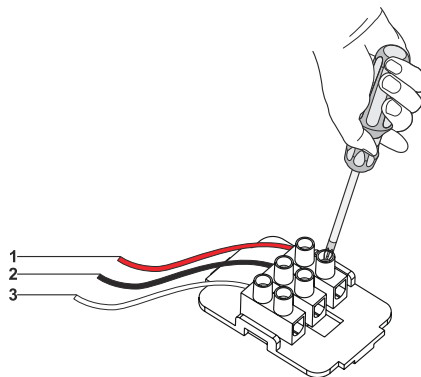

Fig. 17
1. **NC / COM:** När dessa 2 anslutningar används och fläkten stängs av kommer fläkten skicka en signal till den anslutna enheten (Fig. 17).
2. **NO / COM:** När dessa 2 anslutningar används och fläkten sätts på kommer fläkten skicka en signal till den anslutna enheten (Fig. 17).